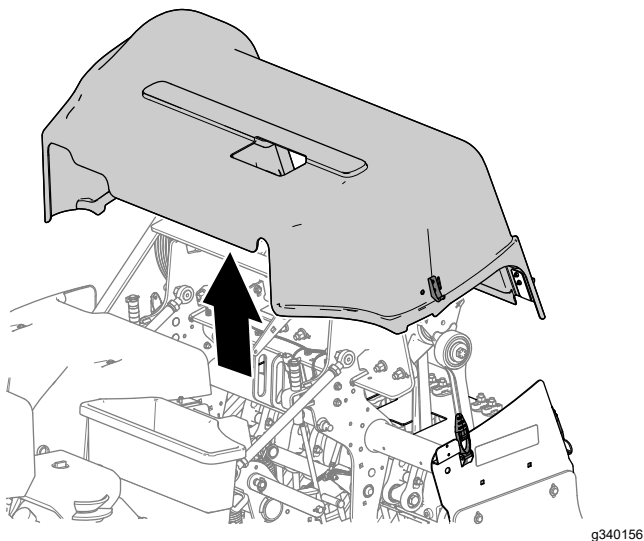

Figura 151
5. Sollevate la copertura della testa di carotaggio dalla macchina (Figura 151).